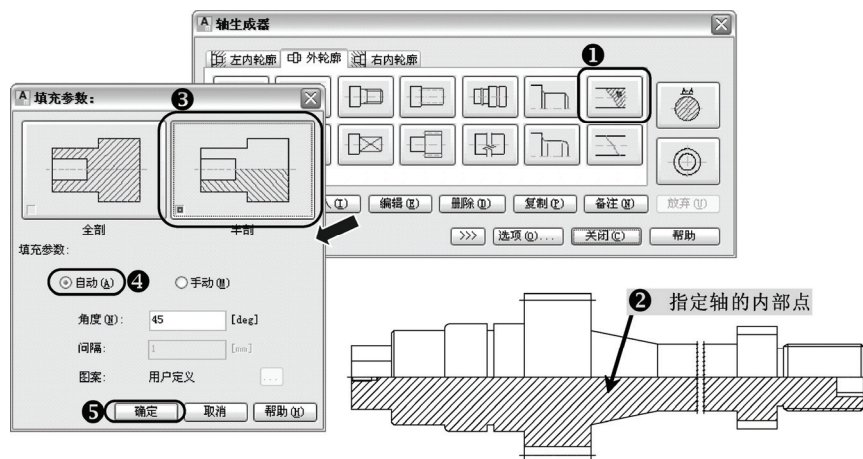

图 11-87 填充操作
17) 在上一步返回的“轴生成器”对话框中,在“外轮廓”选项卡中选择“填充”工具按钮,指定要剖的轴的內部点,弹出“填充参数:”对话框,选择“半剖”和“自动”选项,单击“确定”按钮,返回到“轴生成器”对话框,如图 11-87 所示。